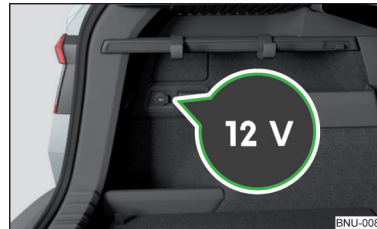

Abb. 119 Abdeckung der 12-Volt-Steckdose
- Zum **Gebrauch** die Abdeckung der Steckdose öffnen » **Abb. 119** und den Stecker des elektrischen Verbrauchers in die Steckdose stecken.